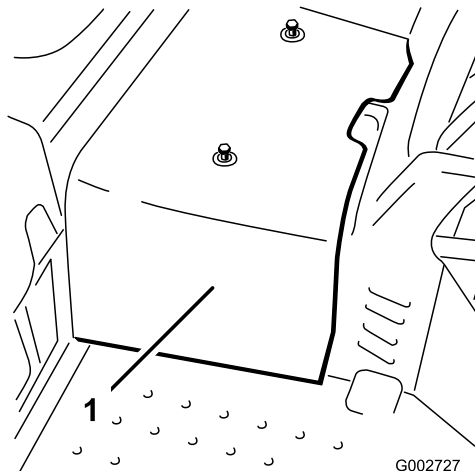

図 34
2. センターシュラウドを機体に止め付けているねじ2本を外してシュラウドを機体から取り外す 図 34。